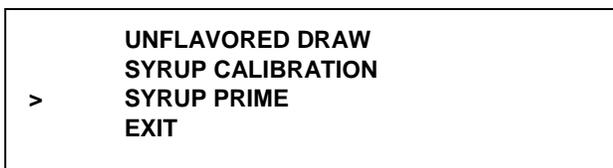

图 34
22. 按 AUTO 键  或 OPTIONAL FLAVOR 键 ，将箭头指向 SYRUP PRIME。（见图 34。）